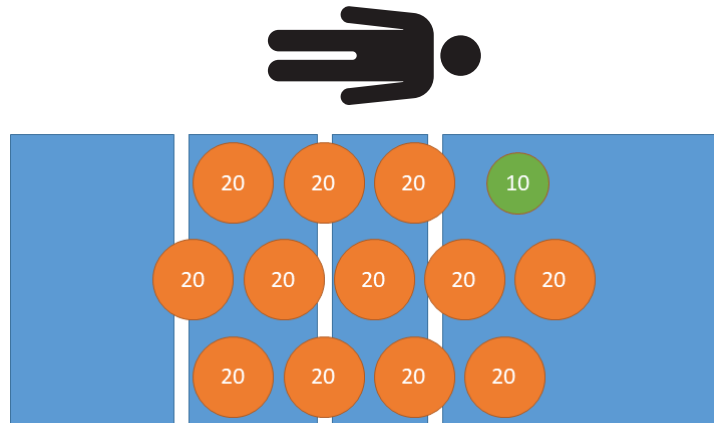

Abbildung 23 – Wägeleistungsprüfung – 250 kg
6. Mit kalibrierten Gewichten 250 kg auf das Produkt legen (Abbildung 23).